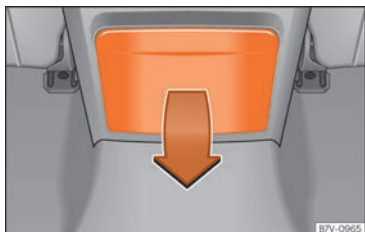

Fig. 194 Partie arrière de la console centrale : déplier les porte-boissons.
- Pour *ouvrir*, déplier le porte-boissons vers le bas, dans le sens indiqué par la flèche »» **fig. 194**.